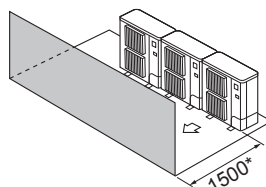

Fig. 2-11
- ③ Alleen obstakels aan de voorzijde (Fig. 2-11)